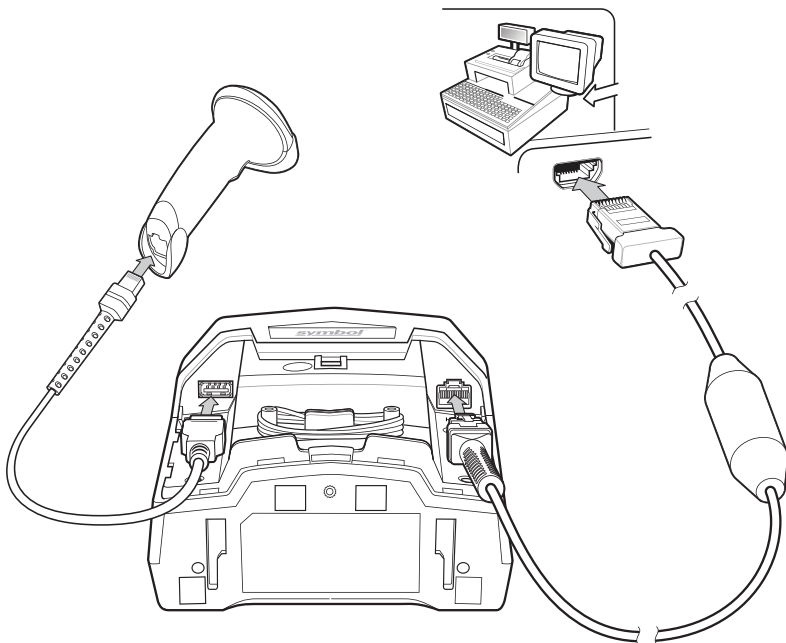

Рис. 8-2 Соединение IBM с дополнительным сканером
- b. Подключите кабель CBA-M65-S07ZAR или CBA-M66-S15ZAR на 12 вольт к главному устройству, как показано на Рис. 8-2.